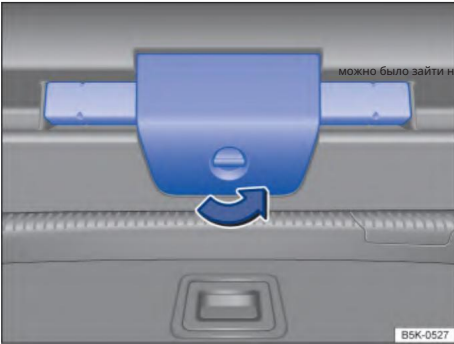

Рисунок 67 На двери багажника: откройте крепежную скобу знака аварийной остановки (Тан Юэ)
– Модель Тапуче: поверните винт крепежной скобы треугольника аварийной остановки на 90° в направлении стрелки, показанной на рисунке **Рисунок 67**, откройте скобу крепления треугольника аварийной остановки и выньте